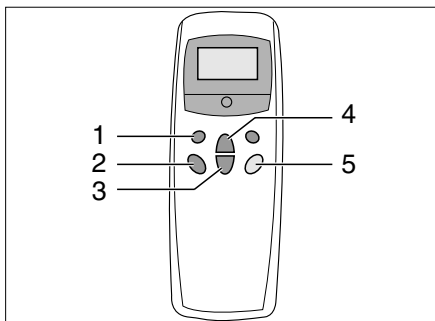

Bild 121 Fernbedienung
- Am Schalter (Bild 121,5) die Fernbedienung einschalten.
- Die gewünschte Betriebsart mit der Taste (Bild 121,1) einstellen.
- Bei Bedarf mit den Tasten (Bild 121,3 und 4) die gewünschte Gebläseleistung und Raumtemperatur einstellen.
- Zum Ausschalten die Taste (Bild 121,5) auf der Fernbedienung erneut drücken.